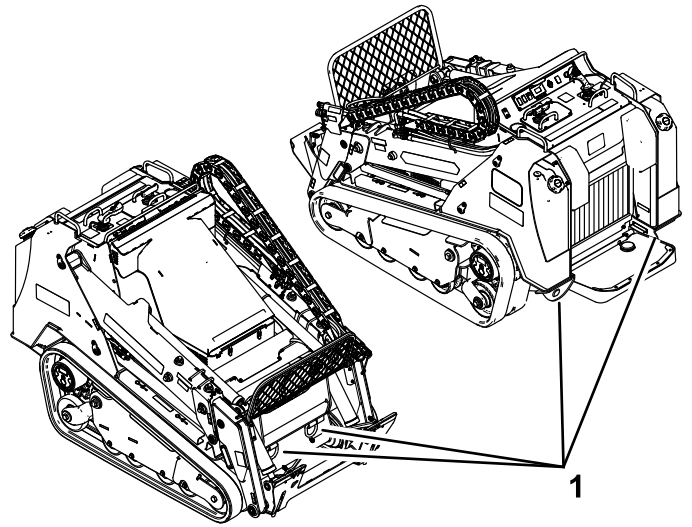

Figura 37
6. Remolque la máquina según sea necesario usando los puntos de amarre (ver Figura 37).
cables o sogas (Figura 37). Consulte la normativa local respecto a los requisitos de amarre.